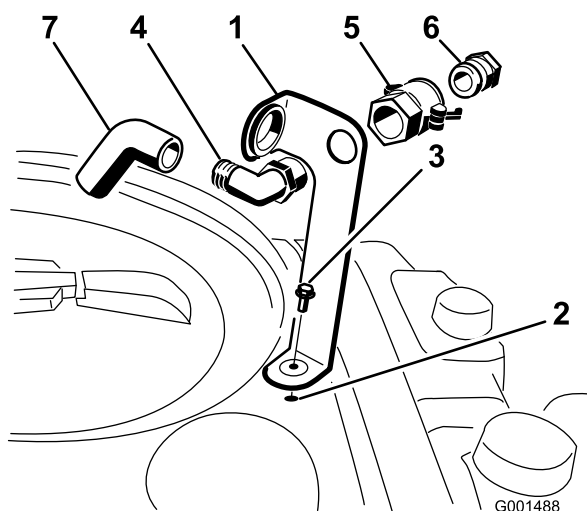

Figure 3
1. Placez le support de prise de remplissage au-dessus du trou fileté de la cuve et fixez-le avec un boulon à embase (5/16 x 3/4 pouce) (Figure 3).
2. Passez l'extrémité fileté du raccord coudé à 90 degrés dans le trou du support et vissez-y le raccord rapide pour le fixer au support (Figure 3).
3. Raccordez l'adaptateur de flexible au raccord rapide (Figure 3).
4. Bloquez l'adaptateur en place en basculant les leviers vers l'adaptateur puis en les fixant en position avec les goupilles fendues (Figure 3).
5. Placez le flexible anti-siphonnage dans la grande ouverture du support et branchez-la à l'extrémité cannelée du raccord coudé à 90 degrés (Figure 3).